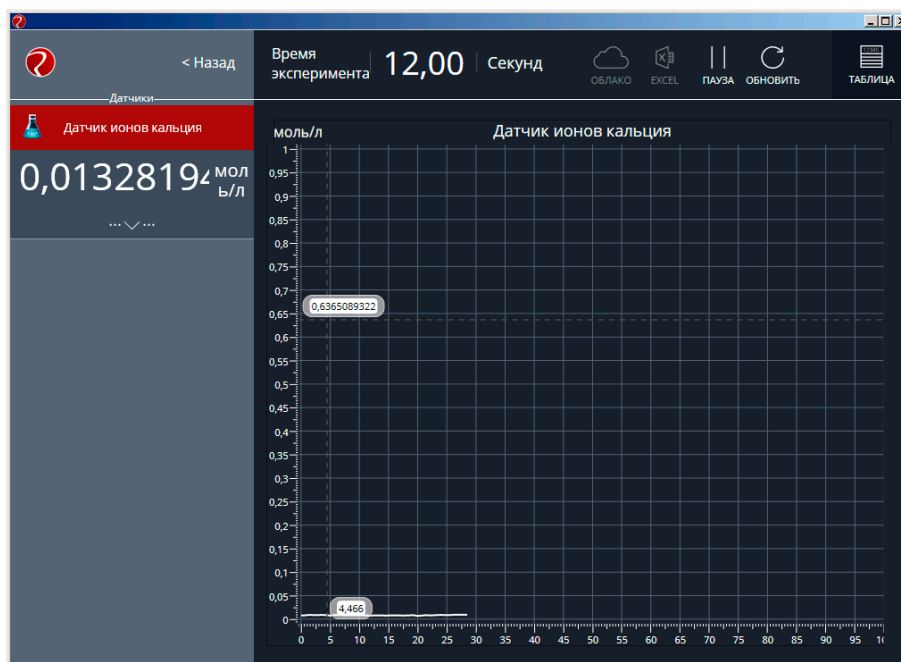

Рисунок 8 – Проведение измерений откалиброванным датчиком
- 13) Для продолжения работы с датчиком в режиме измерений нажать кнопку «Пуск» (рис. 8).